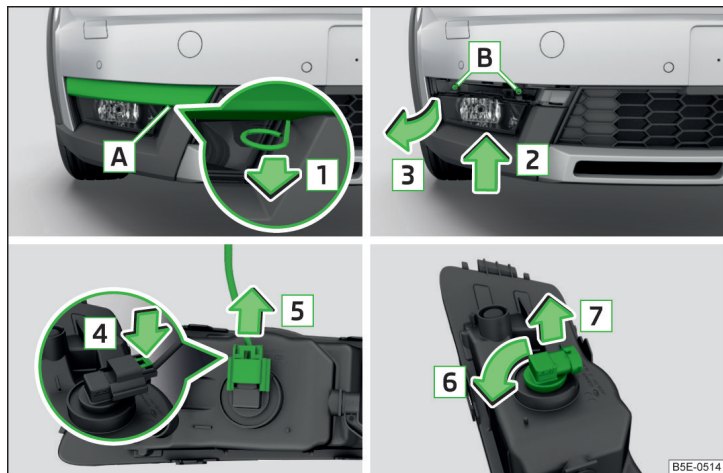

Fig. 239 Scoaterea farului de ceață / înlocuirea becului cu incandescență - varianta 2
- » Introduceți brida pentru extragerea capacelor integrale de roată în degajarea [A] » fig. 239.
- » Introduceți farul de ceață în sens contrar săgeții [3] » fig. 239 și înșurubați-l.